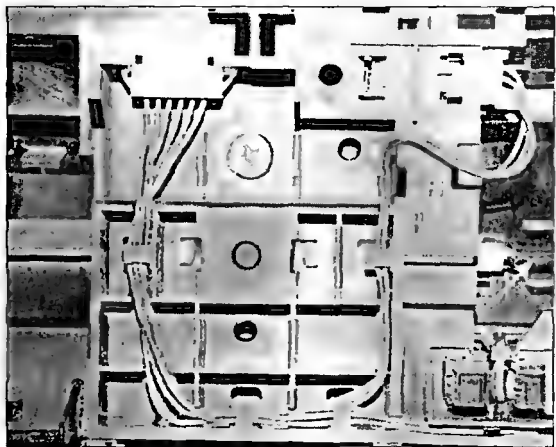

Рис. 5.26
22. Снимают механизм протяжки бумаги PICK UP. Для этого откручивают винт крепления PICK UP (рис. 5.26) и снимают сам механизм движением на себя, осторожно отгибая штангу привода роликов протяжки бумаги вверх и на себя (рис. 5.26). Особое внимание обращают на защелки механизма, расположенные на самом механизме и фиксирующиеся на раме, которые при разборке часто ломаются.